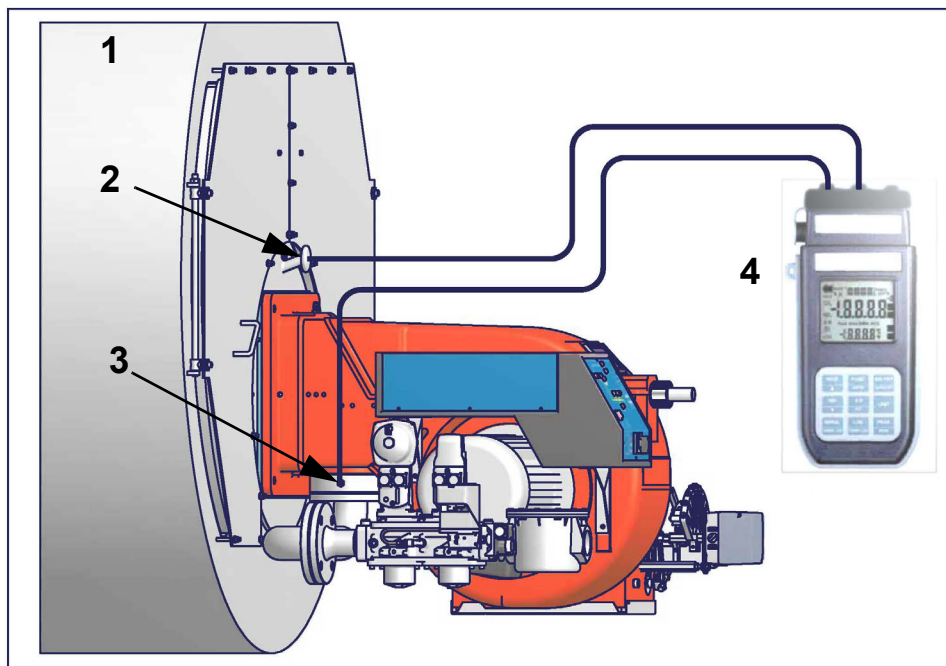

Рис. 3
**Кривые давления газа в голове сгорания в зависимости от его расхода** Кривые давления газа в голове сгорания горелки, в зависимости от расхода газа, действительны только в том случае, если горелка правильно отрегулирована (процентное содержание остаточного  $O_2$  в уходящих газах - как в таблице "Рекомендуемые параметры выбросов", а  $CO$  - в пределах нормы). На этой фазе голова сгорания, дроссельный клапан и сервопривод находятся в максимально открытом положении. Смотрите Рис. 3, на котором изображено, как правильно измерить давление газа, принимая во внимание значения давления в камере сгорания, снятые с манометра или пользуясь техническими характеристиками котла/утилизатора.